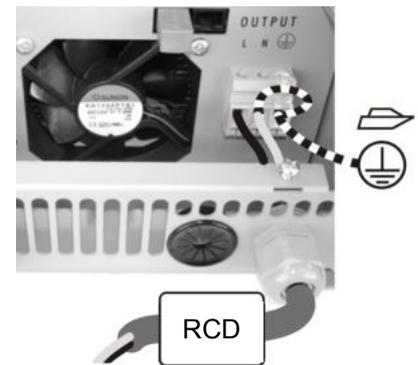

Abbildung 16
2. Schließen Sie die AC-Last an den AC-Ausgang auf den Geräten an (Abbildung 16).